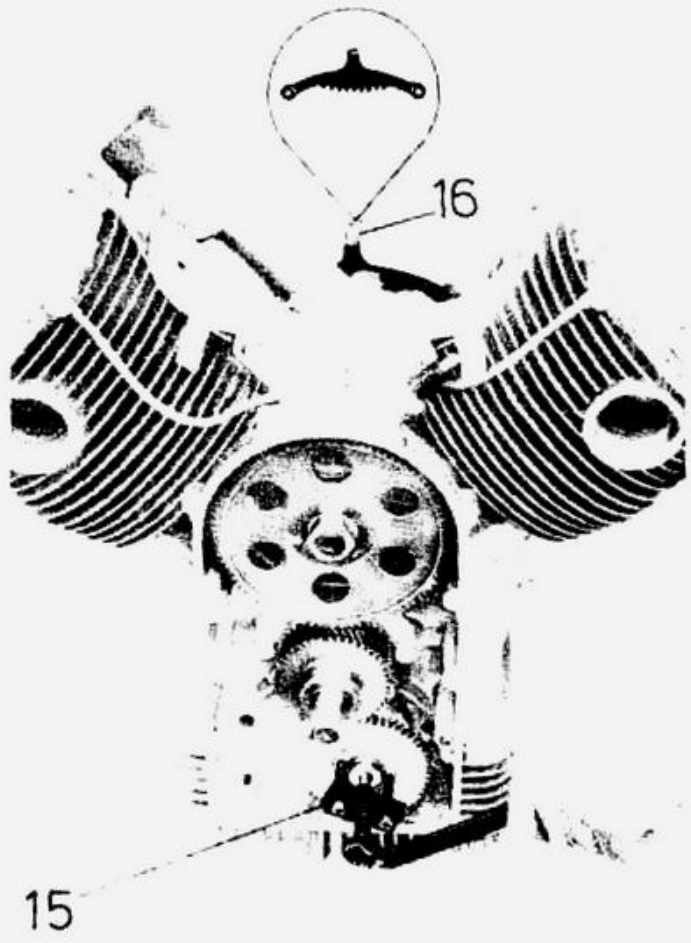

Fig. 12
- l'ingranaggio pompa olio a mezzo attrezzo n. 12911801 (16 di fig. 12) e estrattore per ingranaggio pompa olio n. 32906302 (15 di fig. 12).